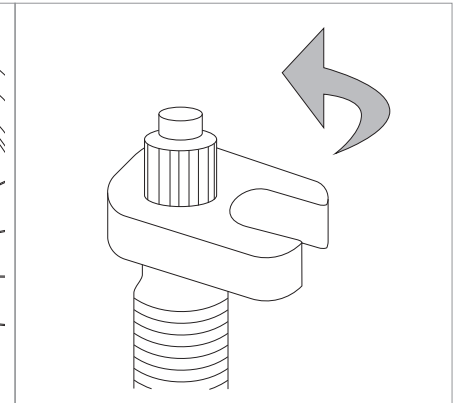

Fig.18
- Se avete la possibilità di inserire il liquido con una siringa: smontate la parte centrale della valvola con l'apposito attrezzino, introducete la quantità suggerita dal costruttore del liquido e reinstallate la parte centrale della valvola (Fig.18).